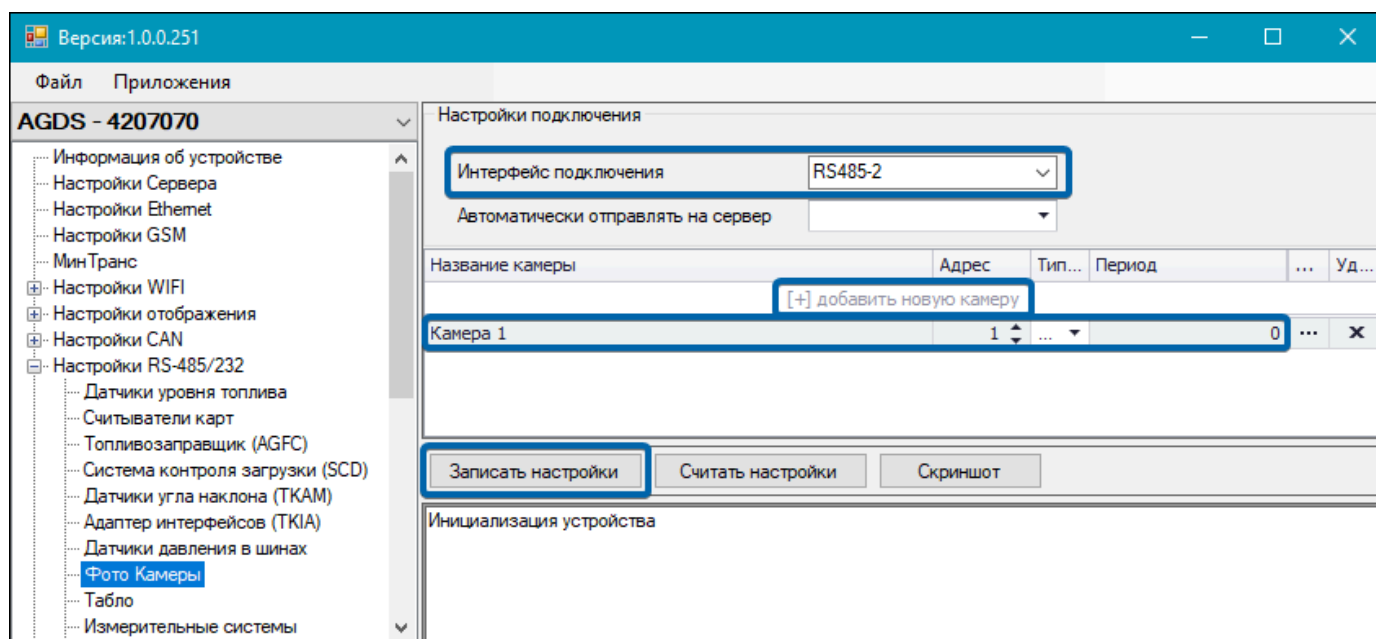

Рис.85. Рабочая область пункта «Фото Камеры»
2. Выберите в списке программы-конфигуратора пункты Настройки RS-485/232 | Фото Камеры (Рис.85).